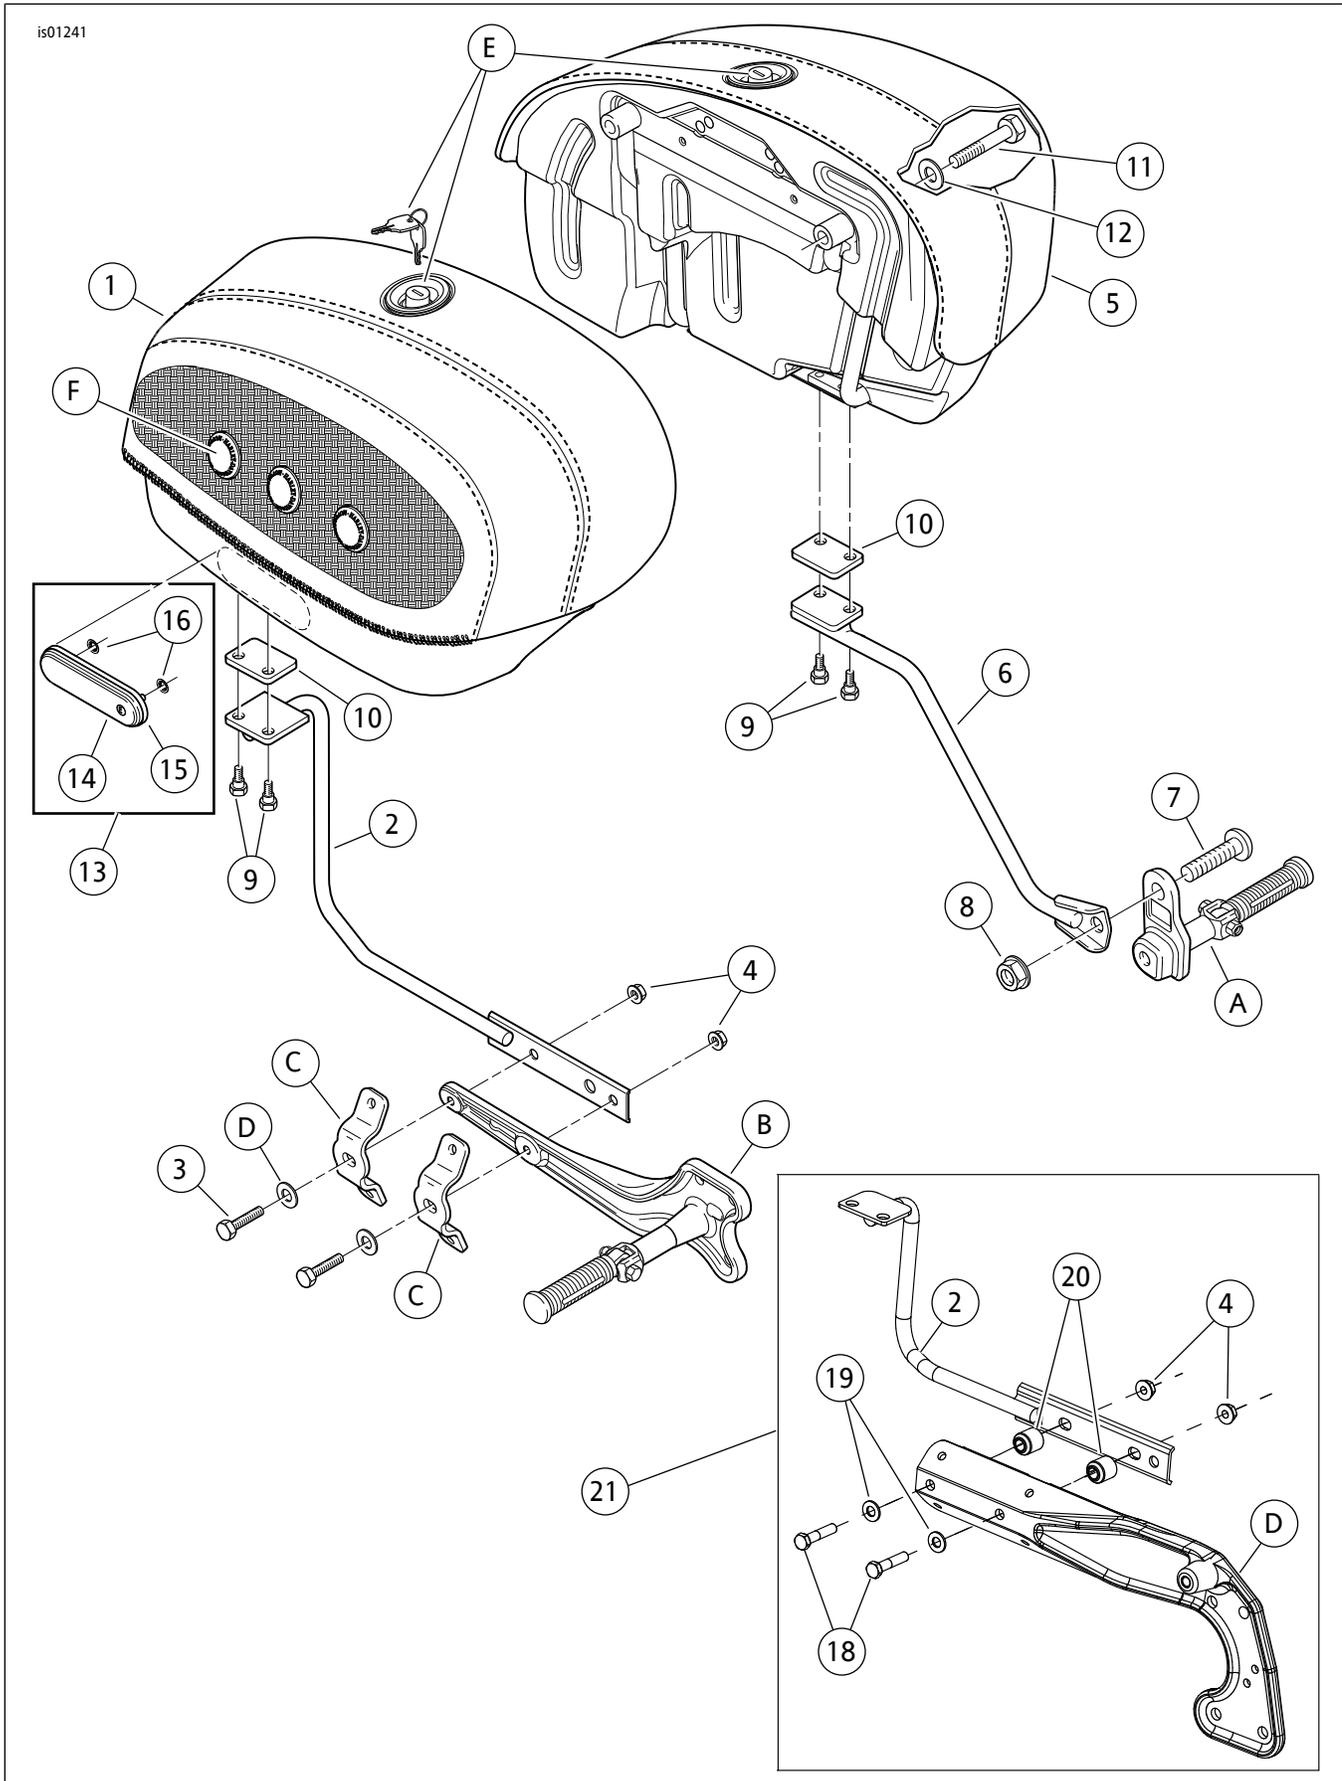

图6。维修零件：FLSTN边箱套件（2007年款及之后的车型在方框中显示）
1. 参见图6。从套件中取出以下项目：
2. 参见图6。从套件中取出以下项目：
- 参见图6。从套件中取出两个带肩螺栓(9)和一个隔离器垫(10)。
- 参见图6。检查确认螺栓(9)肩部未将隔离器垫(10)挤压至边箱下侧,然后拧紧螺栓至24-27牛米(18-20英尺磅)。在对侧重复操作。